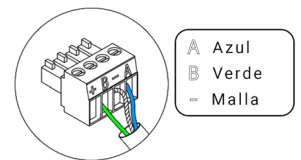

Fig. 66
Para la conexión al bus máquina de la central ② dispone de 1 borna de 5 pines. Fije los cables con los tornillos de la borna respetando el código de colores (Fig. 66). Utilice la malla únicamente en el conector del lado de la central.